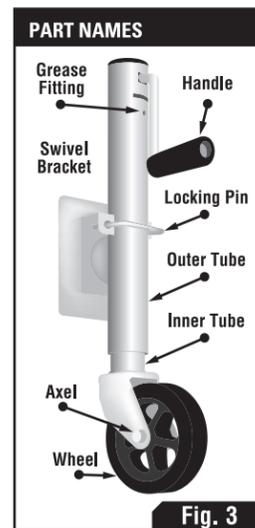

Fig. 3
1. With the trailer on the hitch, support the weight of the Jack with one hand and pull the Locking Pin allowing the Jack to rotate downwards. **Fig. 3**
1. Lorsque la remorque est sur l'attelage, supportez le poids du vérin d'une main et tirez la goupille de verrouillage permettant au vérin de pivoter vers le bas. Fig 3.